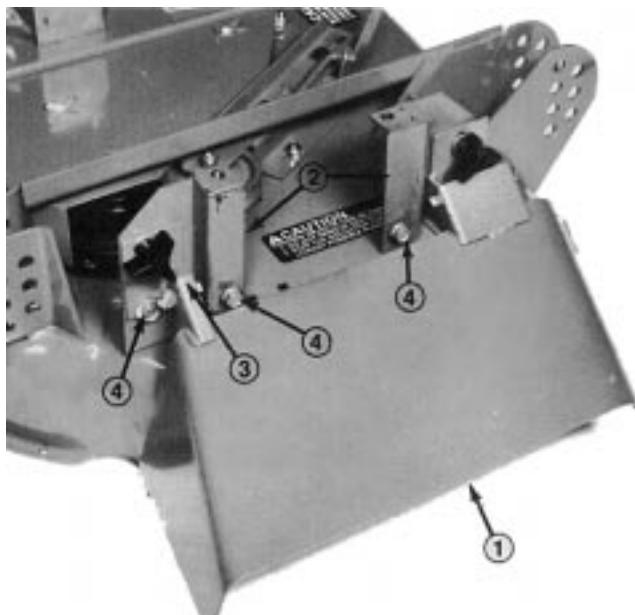

Abbildung 20
2. (2) Knöpfe und Unterlegscheiben entfernen, mit denen der Lüfter an den Haltebügeln befestigt ist, und Lüfter und Auswurfvorrichtung abnehmen.
3. Das Grasablenkblech der Schneideeinheit auf die Justierschrauben schieben und mit Knöpfen und Unterlegscheiben an den Haltebügeln befestigen (Abb. 20).
4. Die Riemenabdeckung anbringen (Abb. 20).